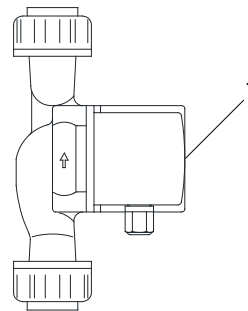

Рис. 18 Байпасный насос с продувочным винтом (1)
- Поворачивая продувочный винт (1 на рис. 18) впереди двигателя насоса против часовой стрелки при помощи ключа, полностью выкрутите его.
- После продувки установите на место и затяните винт (1). Снова выключите байпас при помощи клавиши [F1]. На дисплее отобразится текущее состояние "Bypass <off>" (Байпас ВЫКЛ).